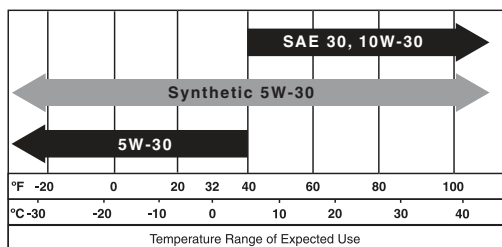

FIGURA 21: Viscosidad de aceite recomendada
Se recomienda aceite SAE 10W-30 para uso a temperatura general. Consulte la Figura 21 para obtener información sobre las viscosidades que se pueden utilizar. Es posible usar otras viscosidades que aparecen en el gráfico si la temperatura media en su área se encuentra dentro del rango indicado.
- ☐ Aceite para motor sin uso (del tipo SAE que se indica en la Figura 21)
13. Usando el embudo, vierta el aceite nuevo (sin uso) en el orificio de llenado de aceite. (Vea en la Figura 21 el tipo de aceite recomendado). No llene en exceso.